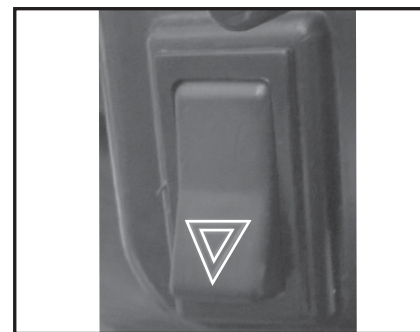

Fig. 3.3.1a
3.3.1a Hazard Warning Light Switch (Fig. 3.3.1a):